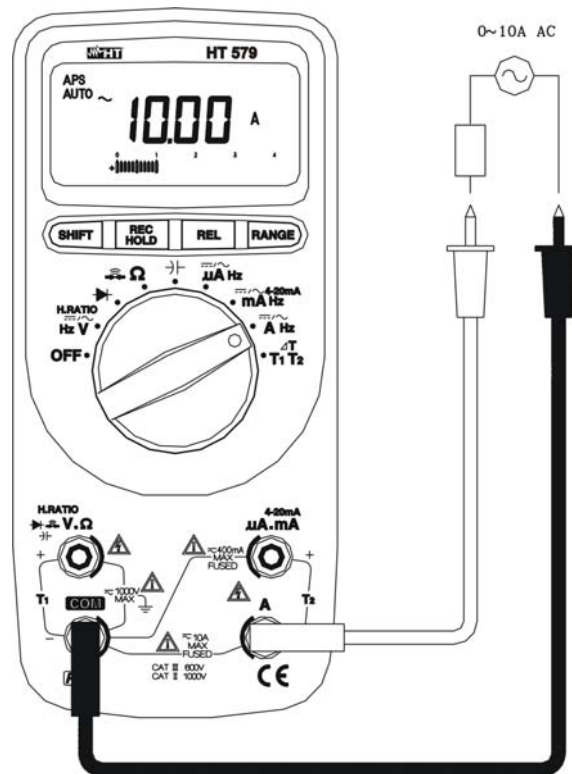

Abb. 14: AC TRMS Strommessung
2. Verbinden Sie die rote Messleitung mit der A Buchse und die schwarze in die COM Buchse (Abb. 14).